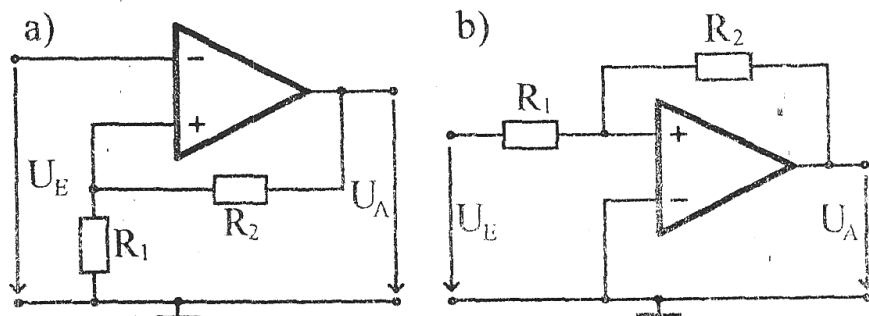

Abbildung 14: Invertierender (a) und nichtinvertierender (b) Schmitt-Trigger
- **Schmitt-Trigger** (Abb. 14)